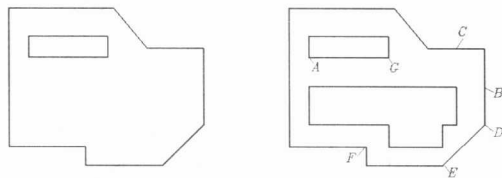

图1-17
**【练习1-17】：** 打开附盘文件“1-17.dwg”，利用 LINE 命令，并结合极轴追踪、对象捕捉及自动追踪功能，将图 1-17 中的左图修改为右图。